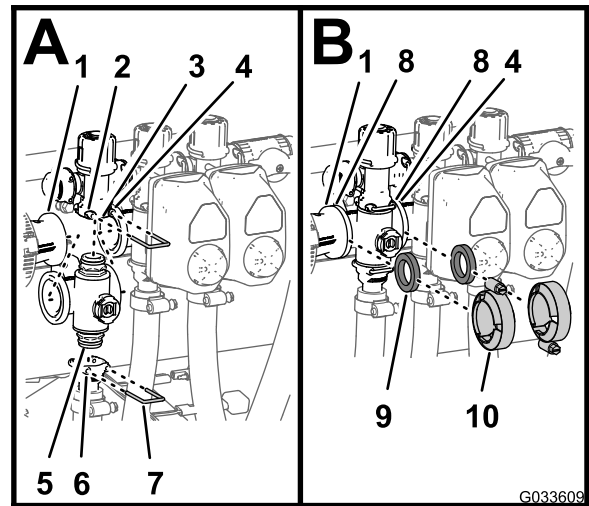

図 116
4. エンドキャップフィッティングを出口フィッティングに取り付ける (出口フィッティングのソケットにリテーナを差し込んで固定する 図 116; A。
6. リデュースカップリング、ガスケット、個別ブームバルブマニホールドを組み立ててクランプを手締めする 図 116; B。
7. 一番左側のつの個別ブームバルブを取り付ける場合には、両隣のつの個別ブームバルブのフランジとの間にガスケット枚を入れる 図 116; B。